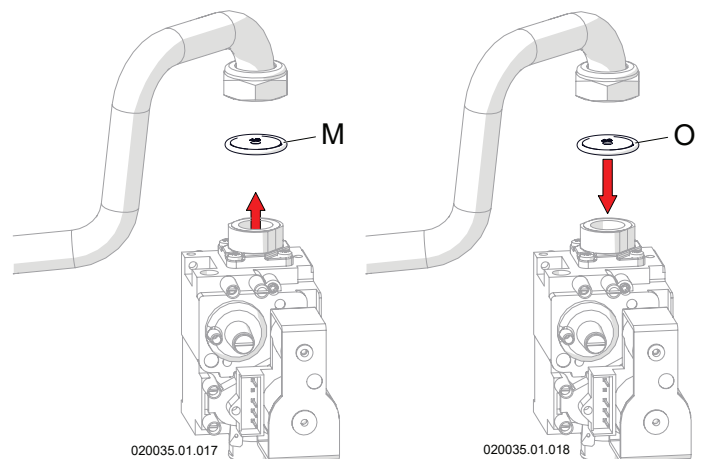

Figura 6-4 - Sostituzione ugello gas
- 9.- sostituire l'ugello del gas "M" (Figura 6-4) con quello indicato nella tabella (Figura 6-7) alla voce "Diametro ugello gas" completo del suo OR;